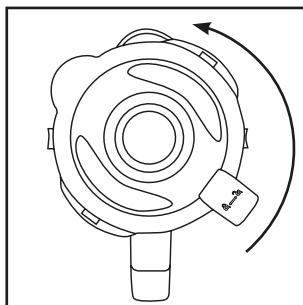
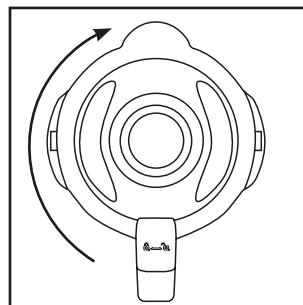

Abb.1
Abb.2
- 1) Drehen Sie den Mixaufsatz ③ gegen den Uhrzeigersinn bis der Pfeil ▼ unter dem Griff des Mixaufsatzes über der Position ↗ steht. Nehmen Sie den Mixaufsatz ③ gerade nach oben vom Motorblock ⑥ ab.
- 2) Entfernen Sie den Deckel ②, indem Sie ihn so weit gegen den Uhrzeigersinn Richtung Position ↗ drehen (siehe Abb. 1), bis Sie ihn nach oben abziehen können.
- 3) Befüllen Sie den Mixaufsatz ③.
- 4) Drücken Sie den Deckel ② versetzt wieder fest auf den Mixaufsatz ③ auf. Schließen Sie den Deckel ②, indem Sie ihn im Uhrzeigersinn in die Position ↗ drehen, bis er hörbar einrastet (siehe Abb. 2). Achten Sie darauf, dass die Ausgießnase am Mixaufsatz ③ verschlossen ist. Nur wenn der Deckel ② bündig aufgesetzt ist, kann der Motor starten.